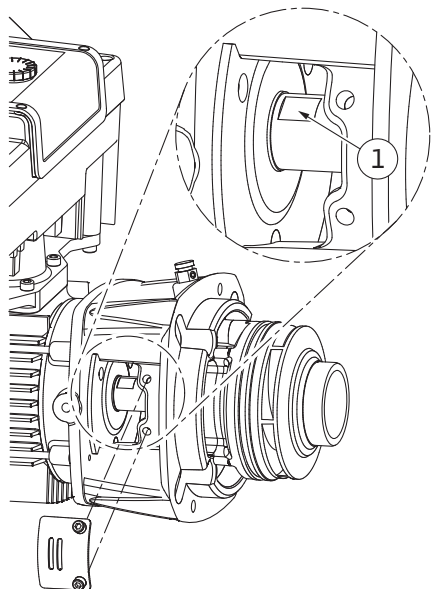

Fig. 105: Võtmepinnad võllil
14. Asetage otsvõti (suurus 22 mm) distantsääriku avasse ja hoidke võtmepindadega võlli kinni (Fig. 105, pos 1). Keerake tööratat mutter välja (Fig. I, pos. 22). Tööratas (Fig. I, pos. 21) tõmmatakse automaatselt võllilt maha.
15. Demonteerige vaheseib (Fig. I, pos. 20).
3. Asetage otsvõti (suurus 22 mm) distantsääriku avasse ja hoidke võtmepindadega võlli kinni (Fig. 105, pos 1).
10. Asetage otsvõti (suurus 32 mm) distantsääriku avasse (Fig. IV, pos. 38) ja hoidke võtmepindadega võlli kinni (Fig. 105, pos 1). Paigaldage alusseibi(de)ga tööratas ja mutter. Pingutage mutter. Vältige viltu keeramisest tulenevat võllitihendi kahjustamist.
11. Puhastage distantsääriku soon ja asetage sisse uus rõngastihend (Fig. III, pos 19).